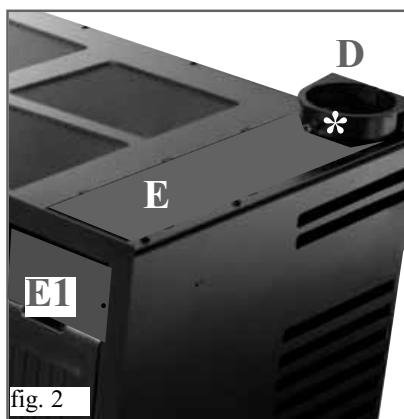

fig. 2
- 2) Monteer op de verticale wanden de twee verstevigingen (A) en bevestig ze met de bijgeleverde bouten.
- 3) Plaats de steunplaat van de PELLINSERT 54 (bijgeleverd) op de geassembleerde wanden (punt 1) en blokkeer stevig met de 4 bijgeleverde bouten (fig. 2).
MOGELIJKE INSTALLATIES (fig. 2)
- Installeer de steunplaat (B) en bevestig hem met de pluggen op de plaats waar de inbouwhaard gemonteerd zal worden.
- Breng de centreerbeugel (C) van het rookkanaal (A) en bevestig (met behulp van de bijgesloten bouten).
- Laat het stuk rookkanaal zakken op de ring (D) van de beugel (C) en laat hem steunen op de schroef (*afb.2).
- Verwijder de steunschroef (*) en verbind het rookkanaal met de opening van de rookafvoer (D). Zet het geheel vast met de schroef (°).
- Dit is mogelijk door gebruik te maken van de opening (E) op de bovenkant van de inbouwhaard. Verwijder hiervoor het plaatje (E) dat met 2 schroeven vastgezet is (zie afb. 2).